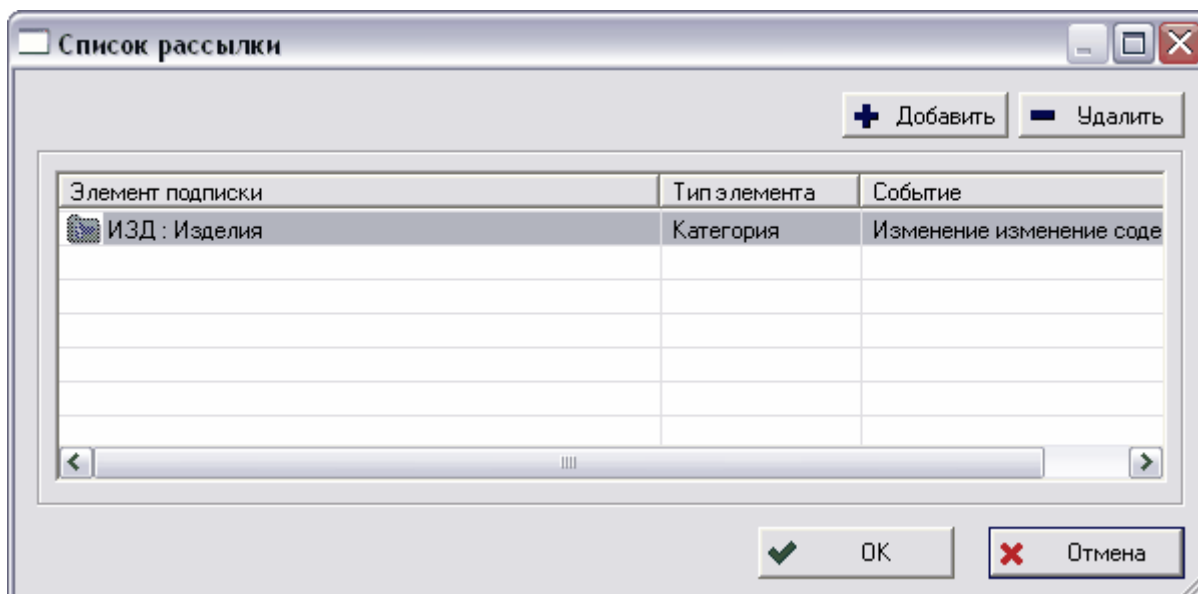

Рис. 279
3. Выберите объект БД, на сообщения об изменениях которого Вы хотите подписаться, и нажмите на кнопку **ОК**. После этого выбранный элемент появится в **Списке рассылки** (Рис. 279). Для добавления следующего объекта нажмите на кнопку **+ Добавить**. Для удаления объекта из списка выделите его и нажмите на кнопку **- Удалить**.